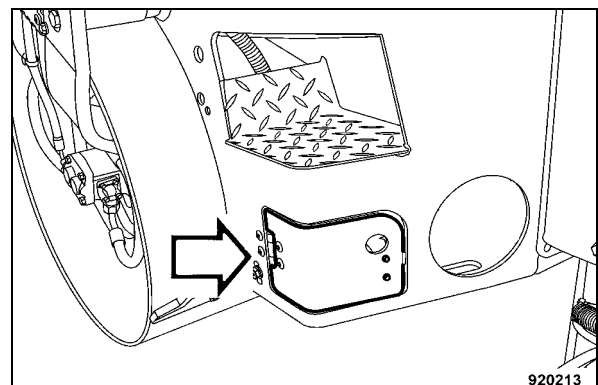

Fig. 179
- Ouvrir la trappe de recouvrement (Fig. 179) à l'arrière droite du véhicule.